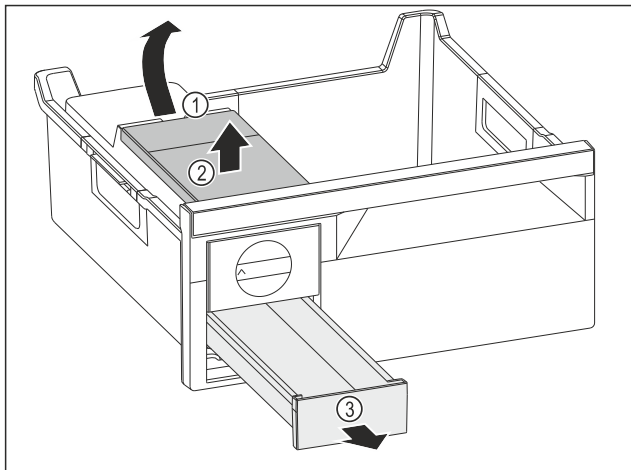

Fig. 144
- ▶ Vyjmutí nádržky na vodu: Zvedněte nádržku na vodu za vybrání Fig. 144 (1).
- ▶ Nádržku na vodu Fig. 144 (2) vyjměte nahoru.
- ▶ Zásuvku na kostky ledu Fig. 144 (3) vyjměte dopředu.